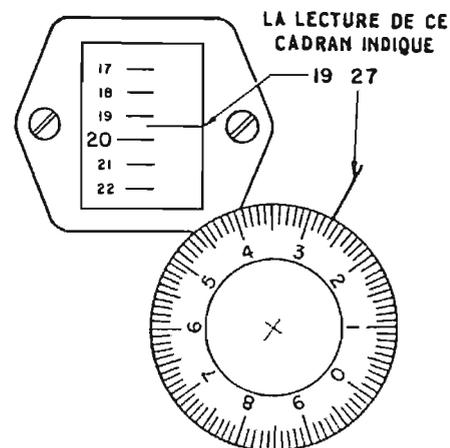

Fig. 3. — Lecture de la fréquence
- "Freq. control" : commande permettant de régler la fréquence d'émission. Les graduations du tambour-cadran et du bouton (cf fig. 3) permettent de connaître la fréquence d'émission en se reportant au tableau d'étalonnage.